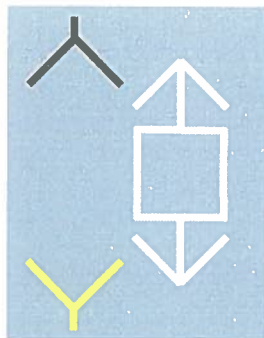

Fig. 7.39
- Prezență tensiune pe unul din poli și stare „legat la pământ” pe celălalt pol (fig. 7.39);